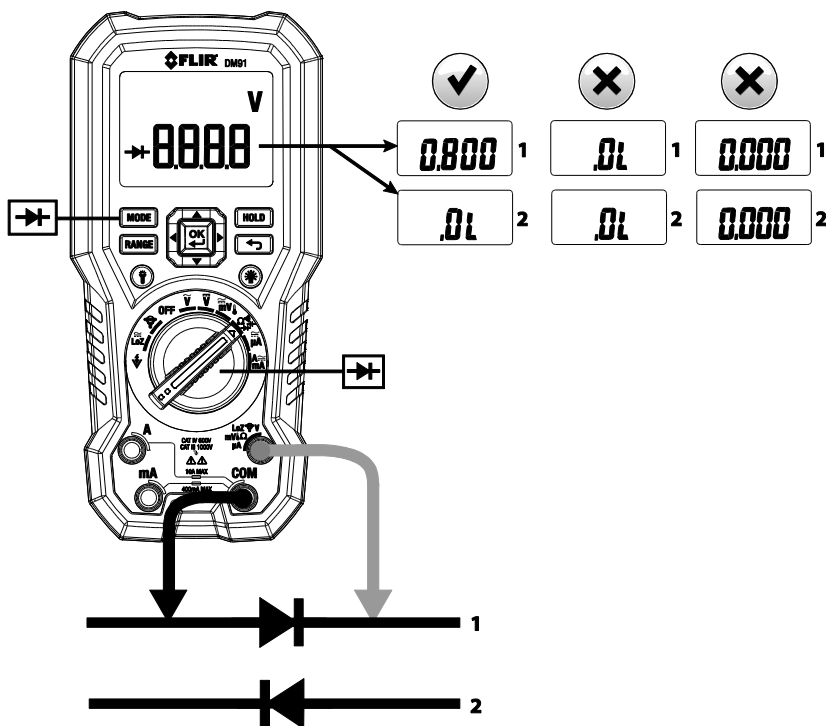

Fig. 5-3 Misure Diodo Classico
4. Toccare con la punta della sonda sulle giunzioni a diodi o a semiconduttore oggetto della prova, in una polarità (direzione) e poi nell'altra polarità, come illustrato nella Fig. 5-3.